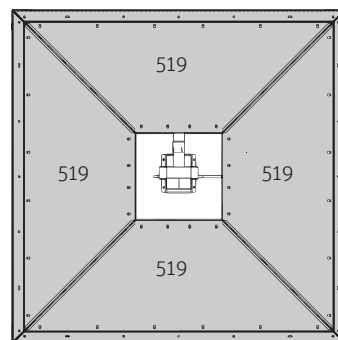

Fig. 14 Schräge montieren – Ansicht von oben
4 Schrägen (519) in vormontierte Schrauben einlegen – Fig. 14.